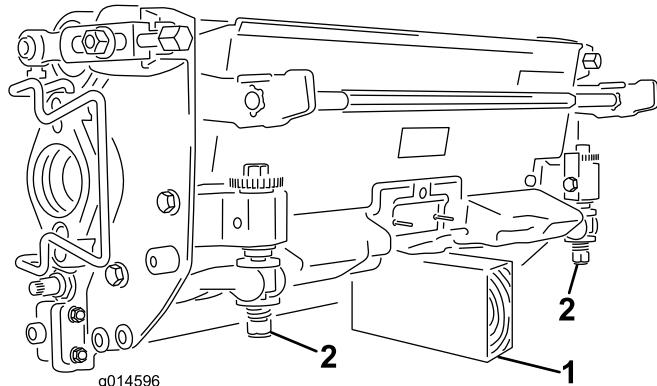

图9
**重要事项:** 当必须翻转滚刀组露出底刀/滚刀时，应支撑住滚刀组的后部，确保底刀架调整螺丝后端的螺母不会接触工作表面（图9）。